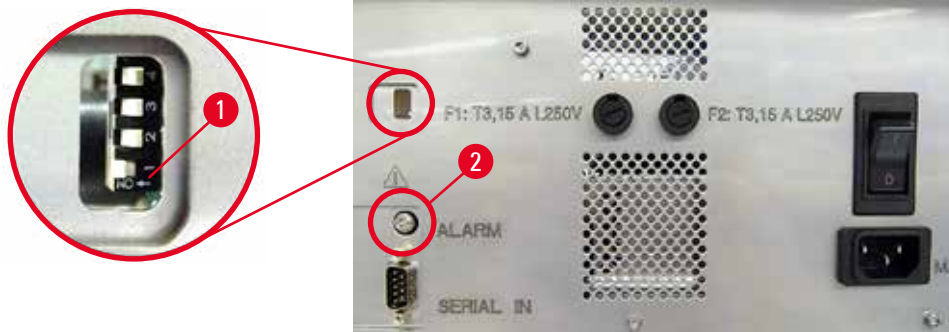

Fig. 41
- » Para desativar o sinal sonoro, empurre o interruptor na parte inferior (→ "Fig. 41-1") para a direita (→ "Fig. 41").